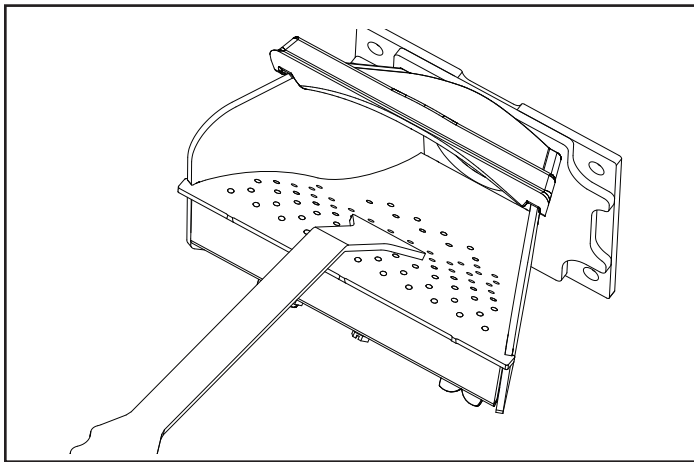

Figure 2.1
- Portez des gants ignifuges et grattez vigoureusement la surface percée supérieure et les côtés du pot de combustion jusqu'au tube de la vis sans fin, assurez-vous de bien gratter autour du col du pot de combustion. Figure 2.1.